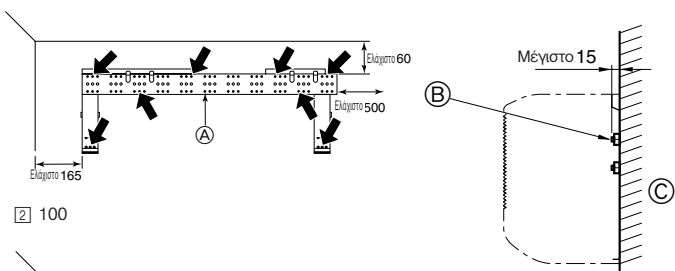

Fig. 3-5
► Ασφαλίστε το εξάρτημα της βάσης για τη στήριξη της μονάδας μέσω της μεσαίας σειράς οπών, διαμέτρου 12 χιλ., χρησιμοποιώντας μπουλόνια που αγοράζονται τοπικά (με μπουλόνια, αγκυρώσεις μπουλονιών και περικόχλια αγκυρώσεων) μεγέθους M10 ή σπειρώματος W3/8. Η άκρη των μπουλονιών δεν πρέπει να προεξέχει από την επιφάνεια του τοίχου περισσότερο από 15 χιλ. (Fig. 3-5)